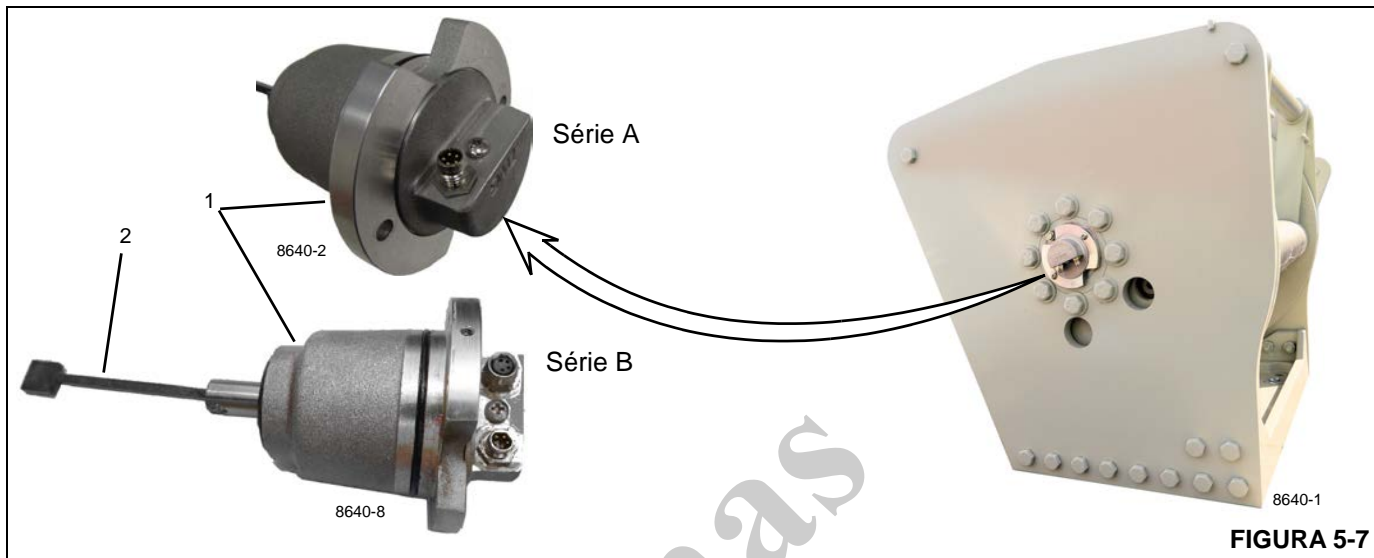

FIGURA 5-7
4. Insira o DRI no tambor. Gire o DRI (1, Figura 5-7) de forma que o eixo (2) do DRI engate no acionamento dentro do tambor.